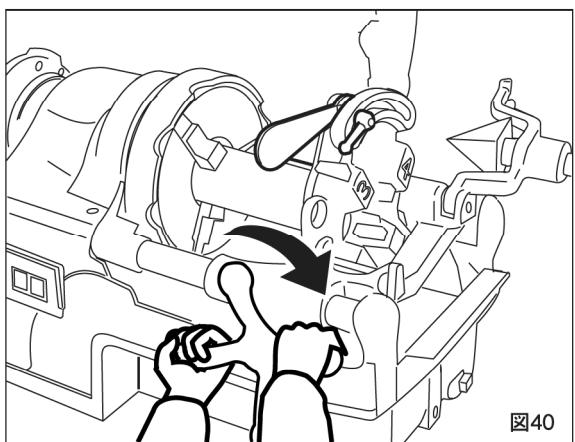

図40
③送りハンドルを右回り方向に動かしパイプにチーザを押し付け食い付かせてください。ねじ山が3~4山切れればあとは自動的にねじが切れます。このマシンに使用されているシリーズモータは、回転数が、負荷によって自動的に変化します。（図40）